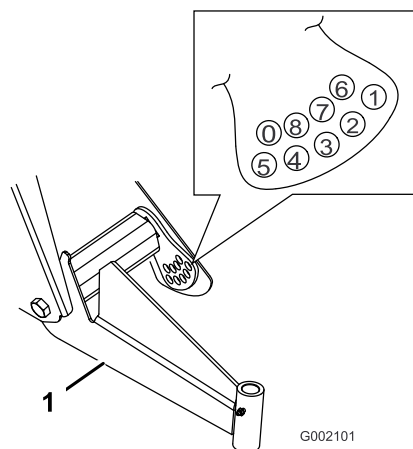

Figura 42
**Nota:** Os braços A são feitos de borracha e têm elasticidades diferentes. Devido às diferentes elasticidades, os braços A vêm ajustados de fábrica com uma determinada elasticidade. Em geral, as porcas de ajuste são instaladas nos orifícios 2, 3 ou 4 (Figura 42), o que pode variar conforme esteja no lado esquerdo (do condutor) ou no lado direito (do passageiro). Se os braços A cederem, ajuste-os para o próximo do número mais alto (Figura 42). Cada orifício corresponde a cerca de 19 mm de ajuste na roda. Também terá de realizar este procedimento se trabalhar frequentemente com cargas e atrelados pesados.